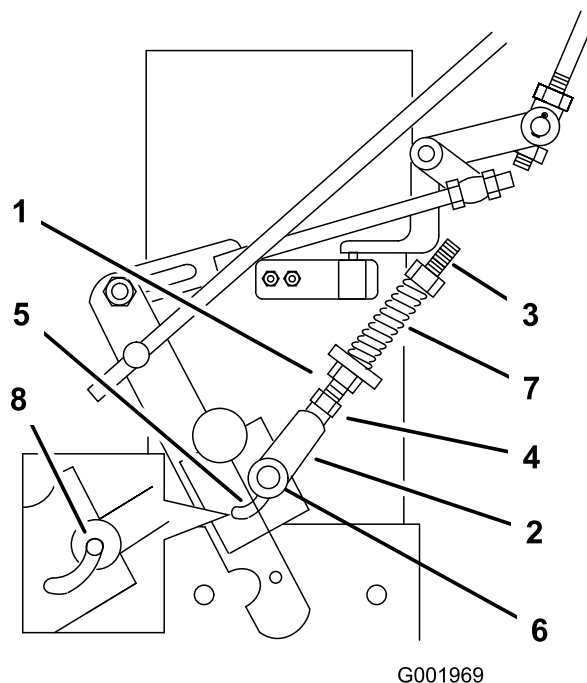

Figure 51
3. Réglez le goujon de point mort droit et gauche jusqu'à ce que l'axe de chape touche l'arrière de la fente du bras de commande (Figure 51).
6. Si la roue tourne quand le levier de déplacement est maintenu au point mort, le goujon de point mort doit être réglé (Figure 51). Si la roue s'arrête, passez à 12.@@@5.
7. Desserrez l'écrou contre la chape (Figure 51).
8. Ajustez le goujon de réglage jusqu'à ce que la roue motrice correspondante arrête de tourner, tout en maintenant le levier de changement de vitesse en position point mort (plus grande résistance) (Figure 51).
9. Tournez le boulon de réglage de 1/4 de tour approximativement dans le sens horaire si la roue tourne en arrière ou de 1/4 de tour approximativement dans le sens anti-horaire si la roue tourne en arrière (Figure 51).